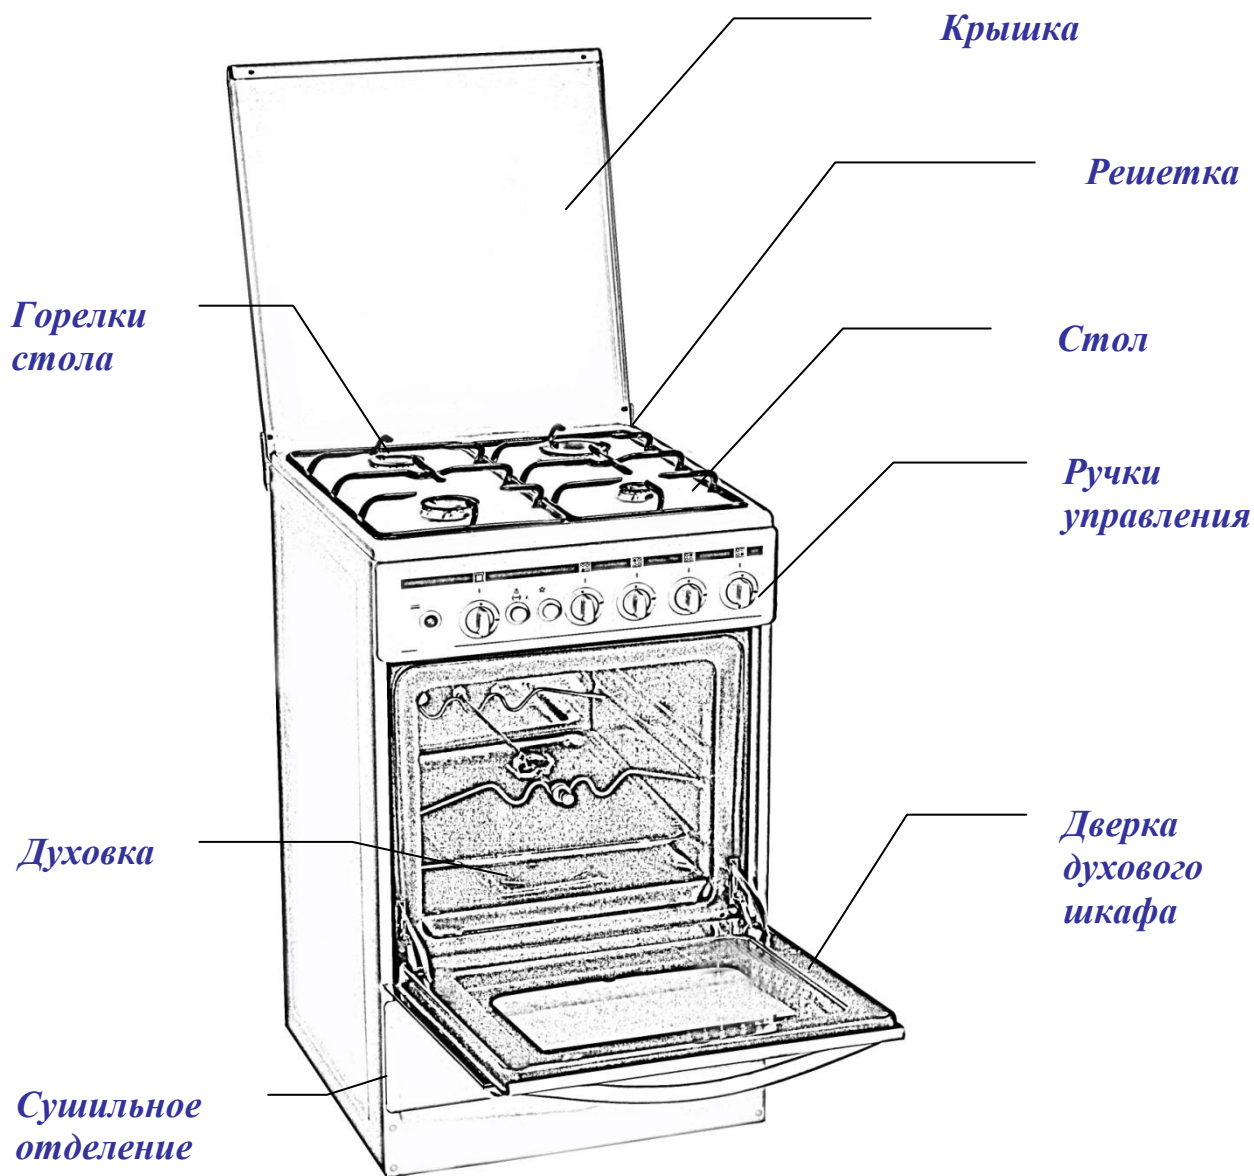

Рис. 2 Газовая плита
5.1. Плита выполнена в виде тумбы (рис. 2), в которую встроены духовка и хозяйственное отделение для хранения принадлежностей духовки.